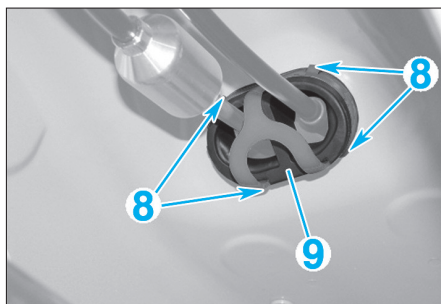

FIG. 12
- Dégrafer l'entretoise de maintien des câbles de commande en (8) (Fig.12).
- Dégager le joint d'étanchéité (9).